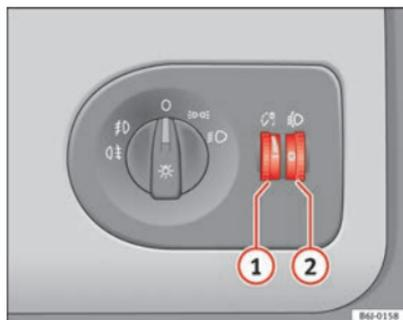

Fig. 55 Planche de bord : régulateurs d'éclairage des instruments et des commandes et du site des projecteurs
Lorsque l'éclairage est mis, la luminosité du rhéostat d'éclairage des instruments et des commandes peut toujours être réglée en tournant la molette ⇒ fig. 55 ①.